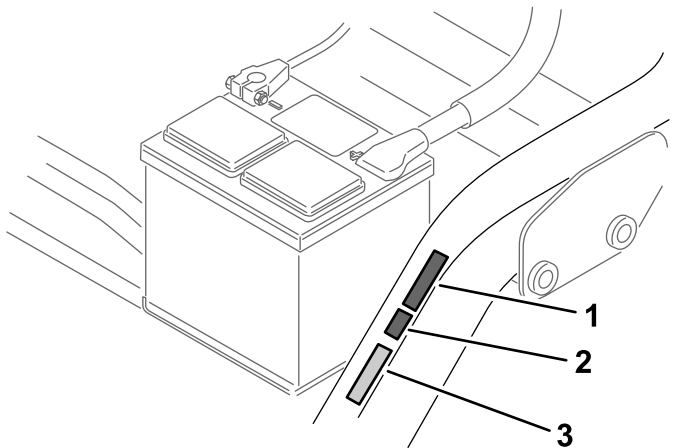

Figure 17
- Apposez l'autocollant de la marque de conformité CE à côté de la plaque du numéro de série (Figure 17).
- Apposez l'autocollant de l'année de production CE près de l'autocollant de marque de conformité CE (Figure 17).